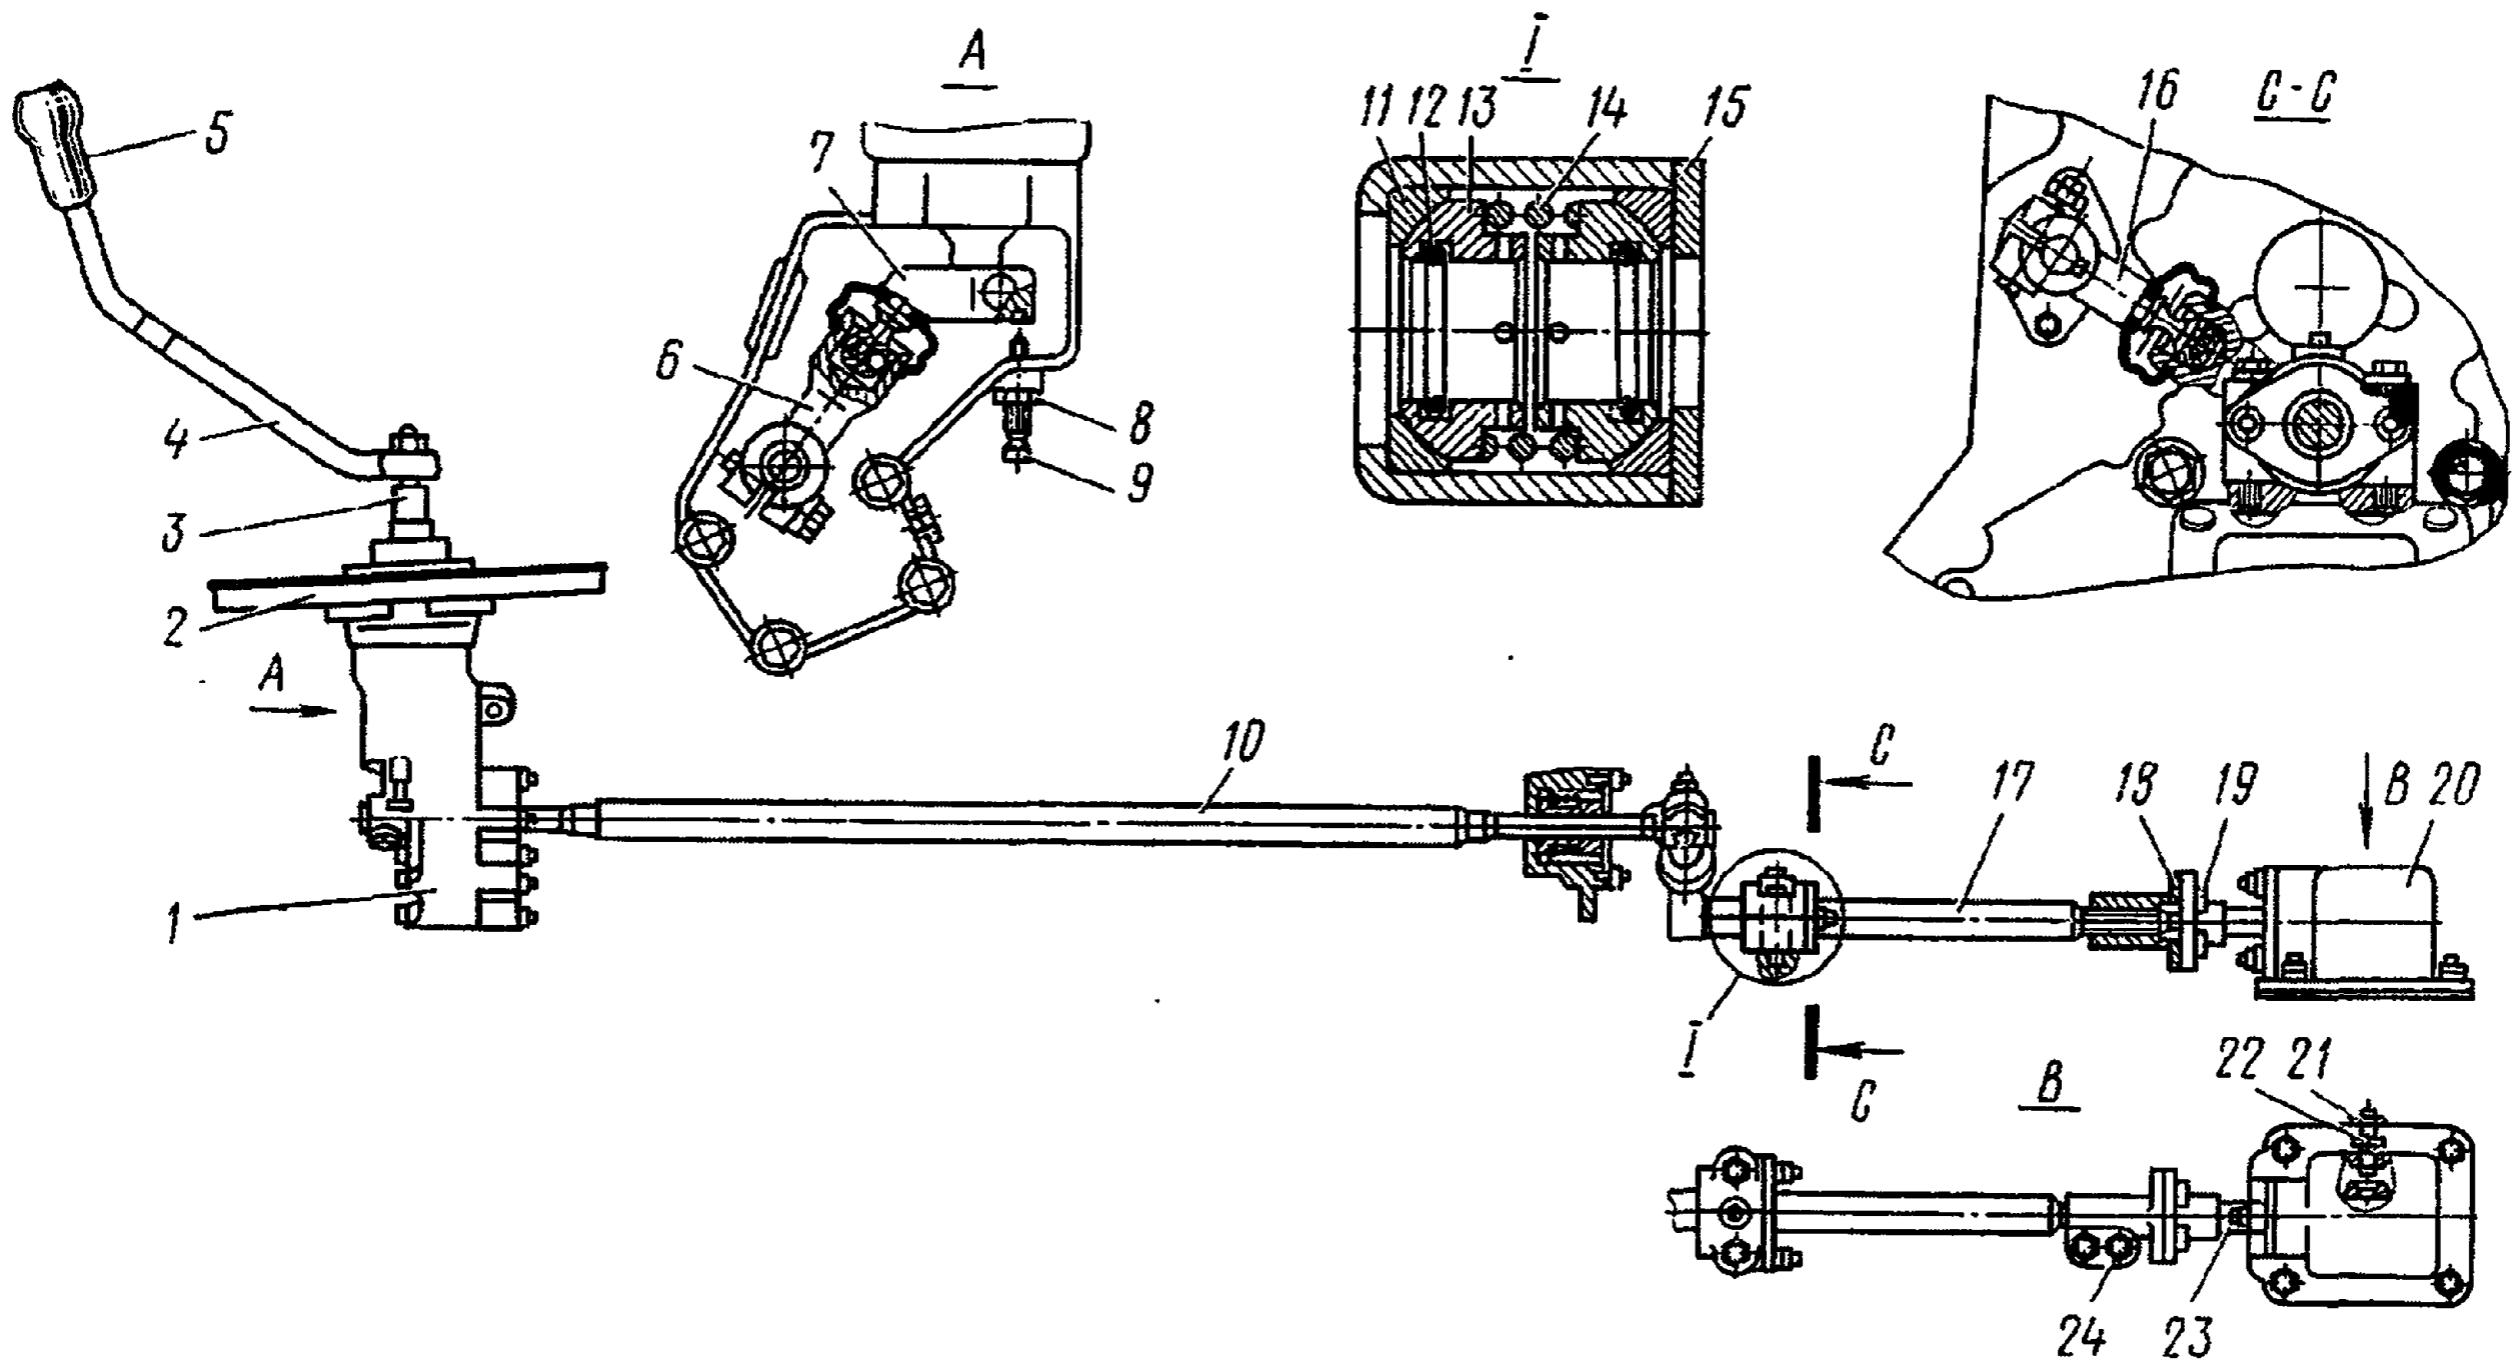

Рис. 44. Привод управления механизмом переключения передач:
8. Выверните болты 19 (см. рис. 44) соединения фланца штока 23 механизма переключения передач с регулировочным фланцем 18	Накидной ключ 13 мм